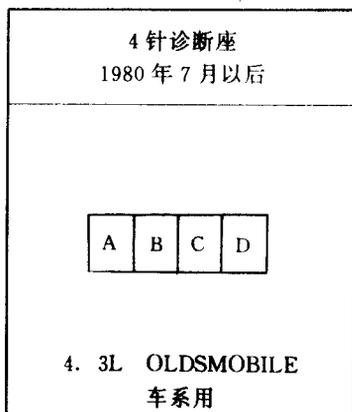

图 1-3
(2) 4 针诊断座(1980 年 7 月以后)(图 1-3)